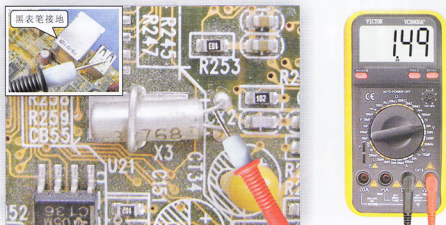

图12-8 32.768kHz 晶体X3两脚的电压
(2) 继续检测位于南桥附近32.768kHz晶体X3两脚的电压,用数字万用表直流20V挡进行检测。检测后发现两脚电压接近,表明电压正常,如图12-8所示。